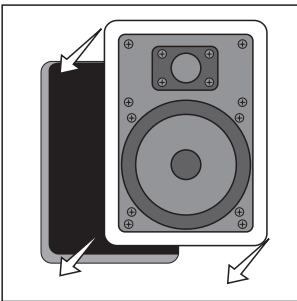
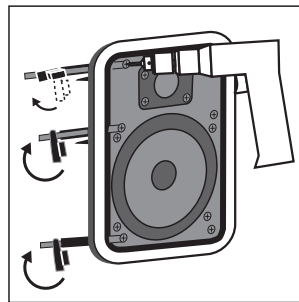

FIGURE 13
FIGURE 14
- Loosen the rotating wall clamps by unscrewing them. Make sure that the rotating wall clamps are flipped inwards so that your speaker fits into your cutout without nicking your wall. Then place the speaker carefully into the cutout [figure 13]. If you have a level, use it to help you correctly align the speaker. Tighten the wall clamp screws with a screwdriver. This will rotate the wall clamps and secure the speaker to the wall. Hint—on the RC55*i*, RC65*i* and RC85*i* models, tighten the center screws before tightening the corners for the most flush fit to your wall. *Do not overtighten the wall clamp screws* [figure 14].
- Desserrez les crampons rotatifs en les dévissant. Assurez-vous que les crampons rotatifs sont dirigés vers l'intérieur de façon à ce que votre haut-parleur puisse pénétrer l'embrasure sans érafler le mur ou le plafond. Placez ensuite délicatement le haut-parleur dans l'embrasure [figure 13]. Alignez correctement le haut-parleur à l'aide d'un niveau. Resserrez les vis des crampons avec un tournevis. Cela fera tourner les crampons et fixera solidement votre haut-parleur au mur ou au plafond. Conseil : pour les modèles RC55*i*, RC65*i* et RC85*i*, resserrez les vis du milieu avant de resserrer les vis des coins – le haut-parleur sera ainsi mieux affleuré. Ne serrez pas trop les vis des crampons [figure 14].